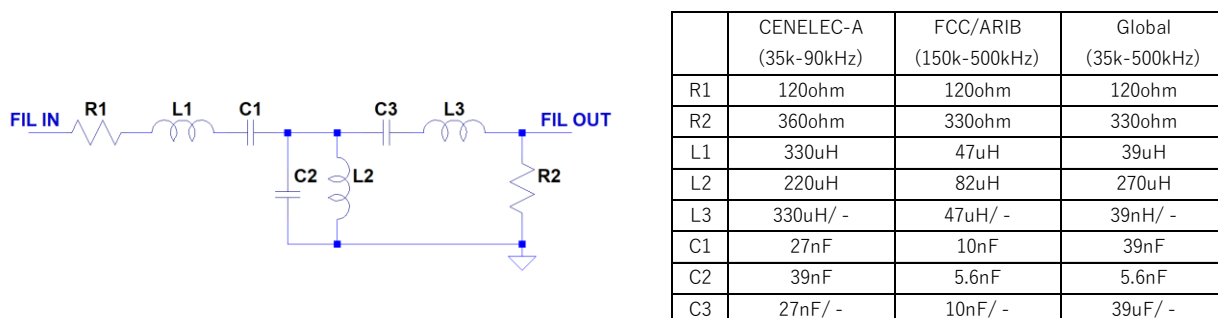

Figure 3-7 RX-BPF の構成と回路定数
- 使用する周波数帯域外のノイズを抑制する為に RX-BPF を使用します。Figure 3-7 に示す使用する周波数帯域の RX-BPF の定数を選択してください。